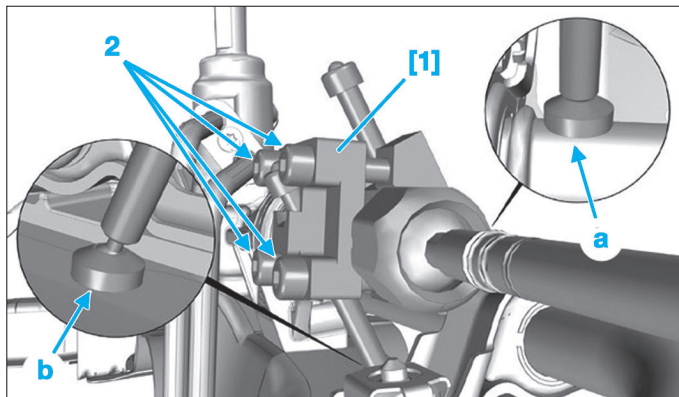

Fig. 12
- Positionner l'outil [1] sur le mécanisme de direction (Fig.12)
- Serrer les 4 vis (2) de l'outil [1].